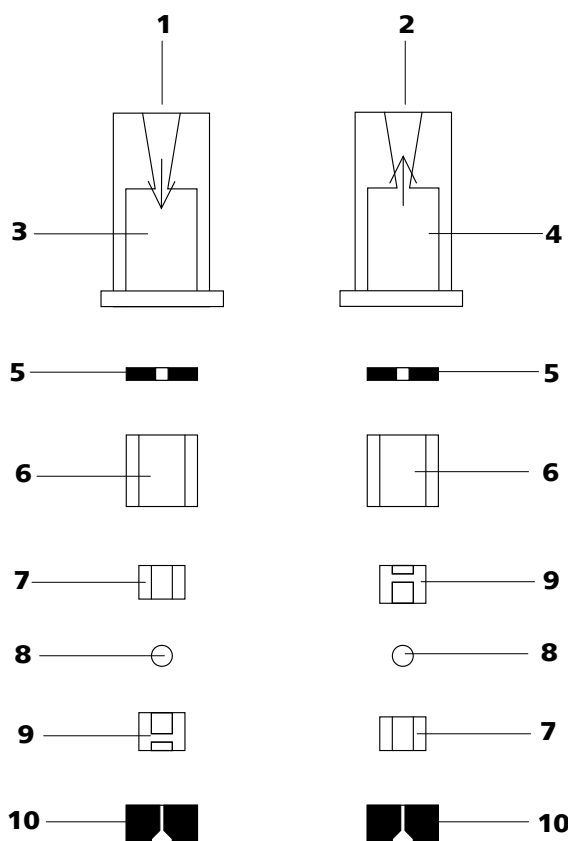

Abbildung 33 Bestandteile von Einlassventil und Auslassventil
- Einlassventil und Auslassventil bestehen aus den gleichen Bestandteilen, die nur unterschiedlich angeordnet sind (siehe Abbildung 33, Seite 66).
Ventilbestandteile *gemäss Abbildung 33, Seite 66* wieder zusammen-
- Die übrigen Ventilbestandteile in der richtigen Reihenfolge (*siehe Abbildung 33, Seite 66*) aufeinander legen
Ist dies nicht der Fall, muss das Ventil nochmals zerlegt und richtig zusammengesetzt werden (*siehe Abbildung 33, Seite 66*).